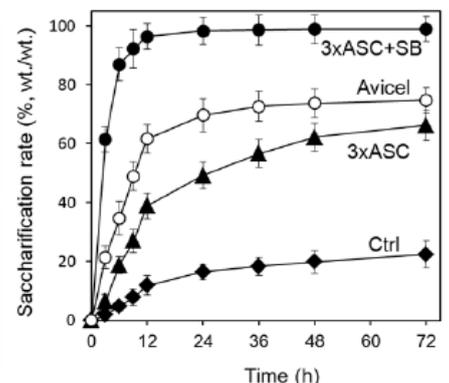

図4 稲藁の酵素糖化に対する前処理の効果 Ctrl: 無処理、3XASC: 3回ASC処理、Avicel: 脚注参照、3XASC+SC: 3回ASC+SC処理
- 開発した亜塩素酸・重曹法により、稲藁のリグニンを88%除去することが可能となり、工業用セルラーゼによる50℃、12時間での糖化の場合、無処理稲藁の糖化率20%に対して、96%の糖化率を達成した(図4)。図2中の3回ASC+SBを使用して行った実験の結果である。